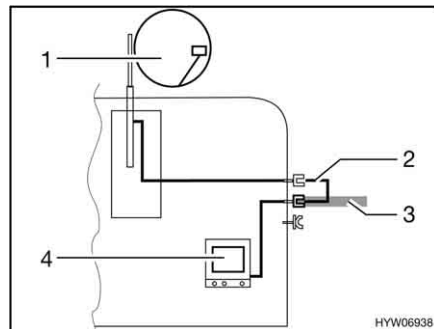

Bild 179 TV im Fahrzeug
- TV im Fahrzeug (Bild 179,4): Anschluss an Dachantenne (Bild 179,1) mit Verbindungskabel (Bild 179,2)
- TV im Fahrzeug (Bild 179,4): Anschluss an externe Antenne (Bild 179,3)